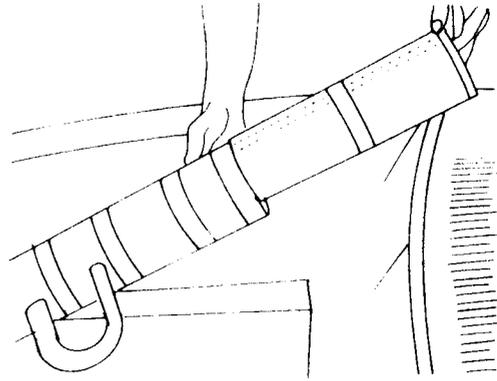

Bild 94
- Filter herausziehen, wie es aus Bild 94 ersichtlich ist.